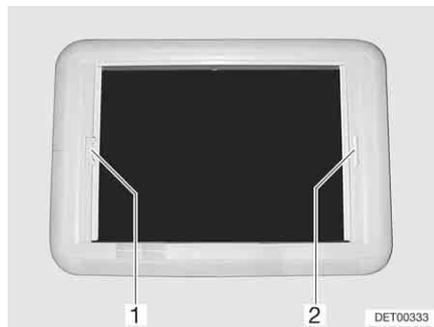

Bild 75 Heki-Dachhaube, Rollo-Verriegelung
- Verdunklungsrollo am Griff (Bild 75,2) zum gegenüberliegenden Griff des Insektenschutzrollos (Bild 75,1) ziehen und einrasten lassen.
- Mit der anderen Hand die Entriegelungsleiste am Griff des Insektenschutzrollos (Bild 75,1) in Richtung Griff drücken. Die Verriegelung wird gelöst.
- Insektenschutzrollo am Griff (Bild 75,1) zum gegenüberliegenden Griff des Verdunklungsrollos (Bild 75,2) ziehen und einrasten lassen.
- Insektenschutzrollo (Bild 75,1) am Griff festhalten und die Entriegelungsleiste in Richtung Griff drücken. Die Verriegelung wird gelöst.